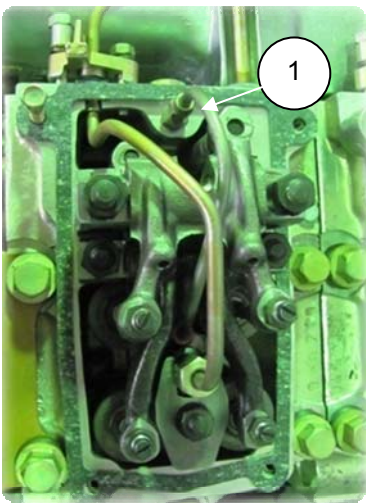

Рис. 6.56
1. Смазать маслом (М10Г₂К) кольца уплотнительные на трубке форсунки дренажной, вставить трубки дренажные форсунок (1) в выходные штуцеры форсунок, закрепить штуцеры трубок на головках цилиндров (рис. 6.56);